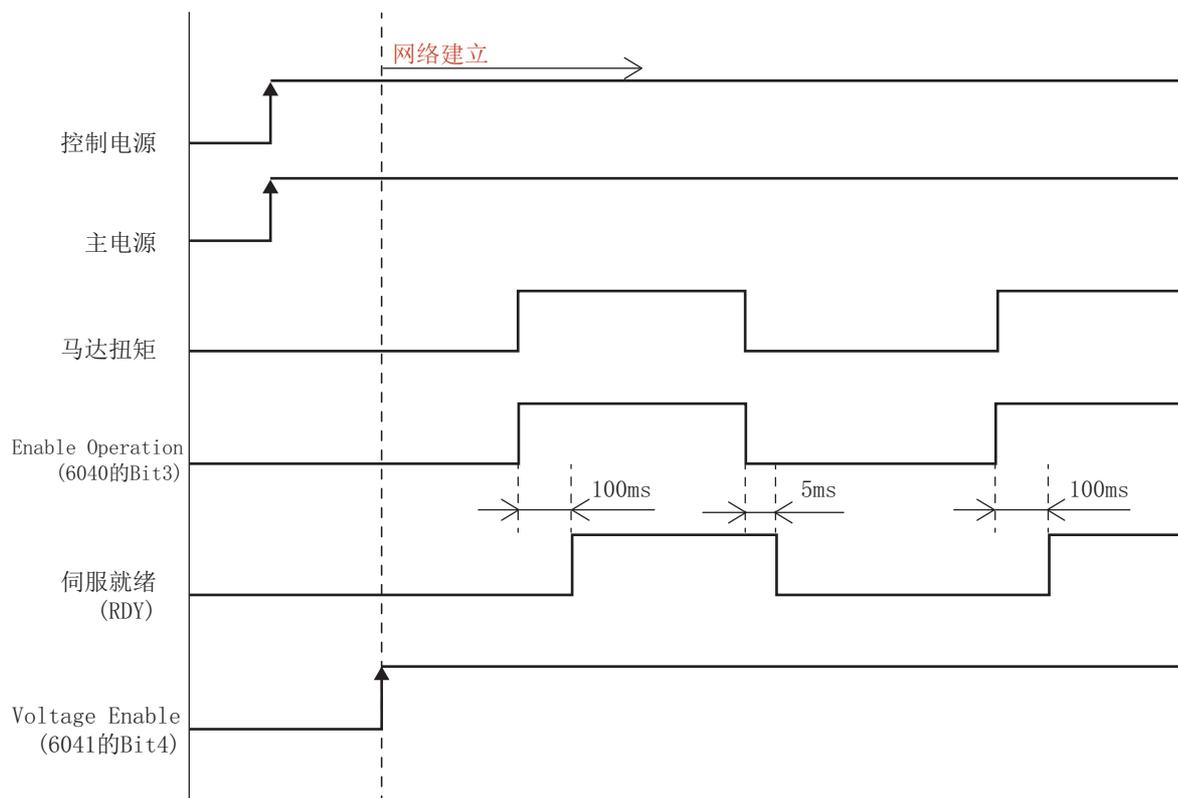

图2-10 时序图
- c. 在使用带有制动的马达的情况下, 请在使马达动作之前切实地解除制动。在未解除制动就使得马达动作的情况下, 恐会导致马达烧损, 所以请在参照「图 2-10 时序图」的基础上, 注意时机。